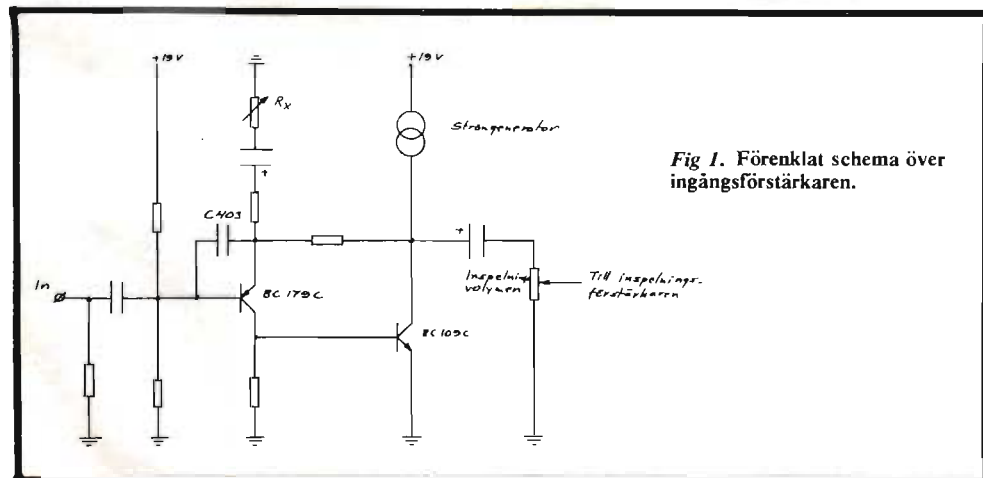

Fig 1. Förenklat schema över ingångsförstärkaren.
■ ■ Låt oss börja med inspelningsdelens ingångsförstärkare. Ett förenklat principalschema visas i *fig 1*. Enligt detta ser man att ingångsförstärkaren består av två förstärkande steg med en bootstrappad strömgenerator på den andra transistor. Strömgeneratoren är i *fig 1* utmärkt med två ringar i varandra. Generatoren har till uppgift att ge hög förstärkning och låg distorsion samt ökad drivförmåga. Detta behövs, eftersom ingångsförstärkaren driver inspelningsvolympotentiometerns låga last, vilken är 5 kohm.